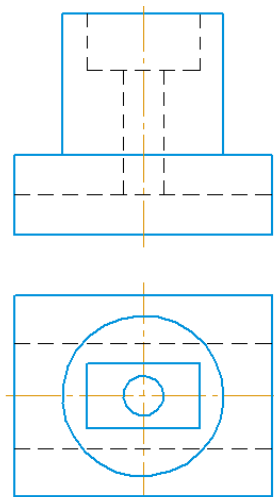

Рис. 6.3. Исходные изображения внешних и внутренних форм предмета
3. После этого можно начать вычерчивание заданных двух видов, перейдя на инструментальную панель «Геометрия», и формируя контуры изображений командами: «Отрезок», «Окружность», «Дуга», «Фаска», «Прямоугольник» и т. п. Заданные виды вычерчиваются в проекционной связи друг с другом, применяя разные стили линий в соответствующих частях изображений, как показано на рис. 6.3.